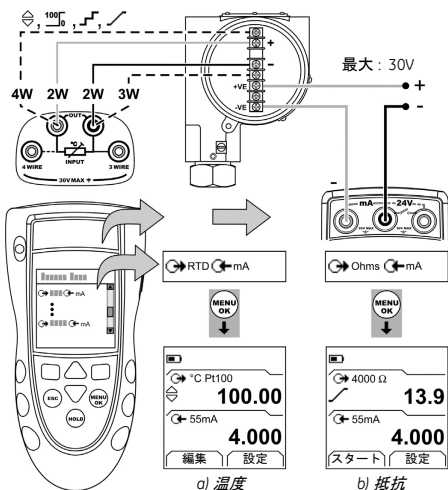

図 3 : 構成例—外部ループ電源を使用するトランスミッタ校正
1. 本計器を接続し(図 3または4)、必要に応じてセットアップ(表 1)を行います。